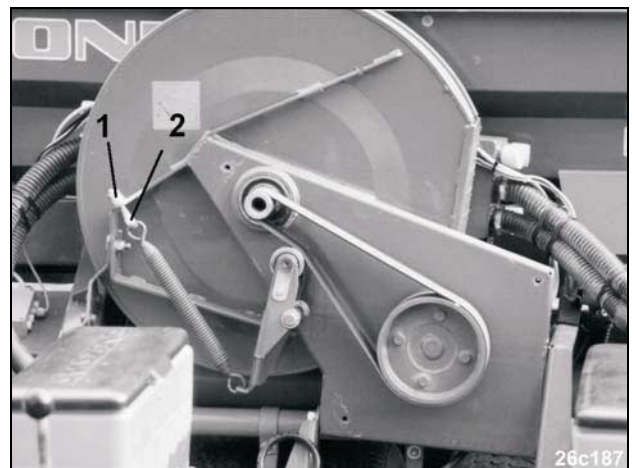

Fig. 181
- beide contramoeren (Fig. 181/1) van de spanbout (Fig. 181/2) losdraaien en de lengte van de trekveer met behulp van de tabel in hfdst. „Snaarschijven voor verschillende aftakastoerentallen“ instellen.
- Contramoeren (Fig. 181/1) weer vastzetten.